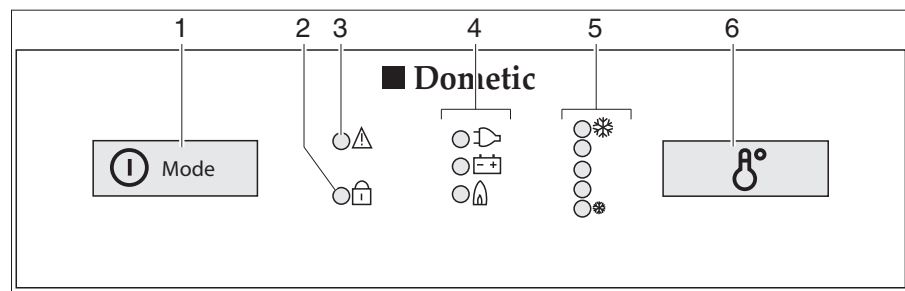

Fig. 269 Boutons de commande pour le réfrigérateur (Dometic Série 8 avec SMSE)
- Appuyer sur le commutateur/sélecteur de source d'énergie (Fig. 269,1) pendant 2 secondes pour mettre l'appareil en marche. La DEL du dernier mode de fonctionnement sélectionné s'allume.
- Si nécessaire, appuyer brièvement plusieurs fois sur le commutateur/sélecteur de source d'énergie (Fig. 269,1) jusqu'à ce que le voyant de contrôle gaz "🔥" s'allume. L'arrivée de gaz est ouverte. L'allumage s'effectue de manière automatique. Un tic-tac est distinctement perceptible jusqu'à ce que la procédure d'allumage soit effectuée avec succès.
- Régler la température de réfrigération avec l'interrupteur réglage de la température (Fig. 269,6).
- Si nécessaire, appuyer brièvement plusieurs fois sur le commutateur/sélecteur de source d'énergie (Fig. 269,1) jusqu'à ce que le voyant de contrôle 230 V "⚡" s'allume.
- Si nécessaire, appuyer brièvement plusieurs fois sur le commutateur/sélecteur de source d'énergie (Fig. 269,1) jusqu'à ce que le voyant de contrôle 12 V "⊖" s'allume.